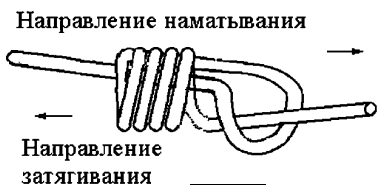
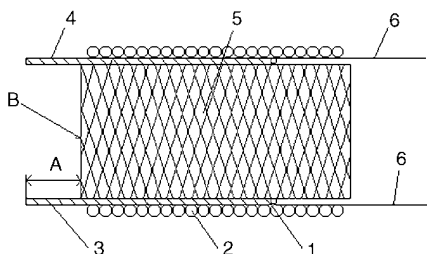

рис. 3
рис. 4
Собирают данное приспособление следующим образом. Шлифовальную бумагу укладывают на деревянный брусок и обматывают проводом с натягом. При выработке абразивного слоя рабочую площадь шлифовальной бумаги можно обновлять, изменяя взаимное положение бумаги относительно оси симметрии бруска. От распускания витки фиксирующего слоя провода закрепляют с помощью узла (рис. 3).
**Изготовить ответную ножевую часть разъема питания (Г4) радиоприемника ВЭФ**, при ее отсутствии, можно согласно рис. 4. Самодельный ножевой соединитель состоит из бруска (поз. 5), контактных пластин (поз. 3, 4) с припаянными (поз. 1) соединительными проводами (поз. 6). Пластины и припаянные к ним провода закреплены на бруске с помощью одного слоя прочной нити (поз. 2). Исполнительные размеры бруска 22x11x7 мм.
Конструкцией ВЭФ в ГН4 предусмотрена защита от неправильного подключения источника питания, что необходимо учитывать при изготовлении ножевой части разъема. Именно поэтому размер А для минусовой контактной пластины составляет 6 мм, а для плюсовой — 5 мм. Установку положения пластин относительно бруска (рис. 4, размер А) лучше всего провести по месту перед сборкой. Для этого необходимо вставить контактные пластины в соответствующие им гнезда Г4 до упора. Пластины должны четко, без заметного люфта фиксироваться в гнездах.
Далее между пластинами вставляют брусок до упора торцом В в корпус ВЭФа. На торце бруска отмечают карандашом получившиеся установочные размеры для каждой из пластин относительно торца В (рис. 4). Затем к пластинам припаивают соединительные проводники и, в соответствии с разметкой, предварительно приклеивают клеем к бруску пластины с припаянными проводниками. После затвердевания клея производят окончательную сборку. Конструкцию обматывают слоем прочной нити. От распускания витки нити закрепляют с помощью узла (рис. 3). После затягивания узла и удаления остатков нити весь слой пропитывают клеем БФ-2 или "Момент", что превращает его в прочный и достаточно хорошо фиксирующий пластины бандаж.